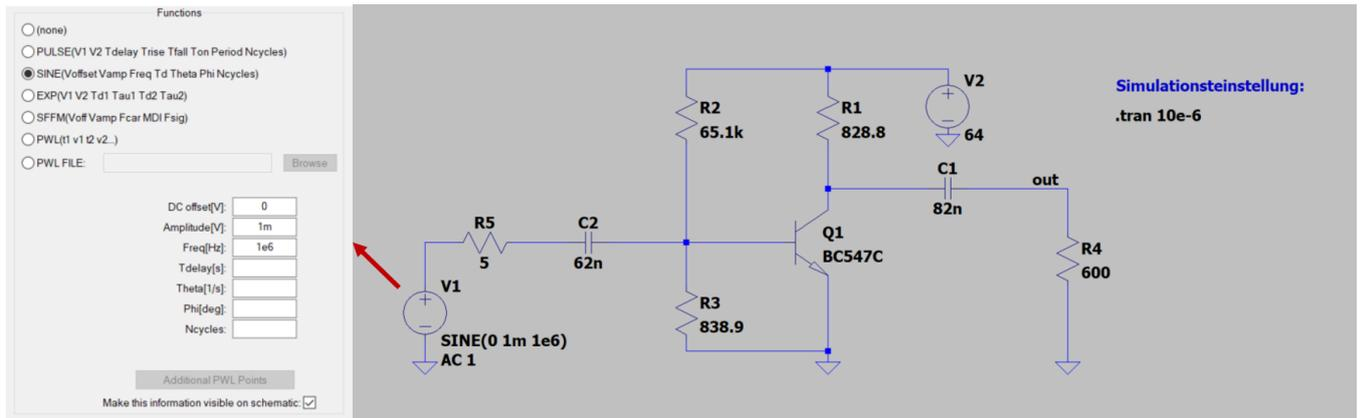

Abbildung 14
f) Für die Zeitbereich-Simulation (*eng. Transient*) muss die Signalquelle wie in Abbildung 14 eingestellt werden. Außerdem wird die Simulation mithilfe folgender Syntax eingestellt: